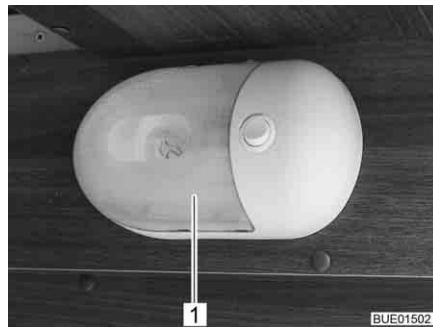

Fig. 302 Lámpara de garaje
- Comprimir la cubierta transparente (Fig. 302, 1) con precaución de ambos lados, retirarla ligeramente del interruptor y quitarla hacia delante.